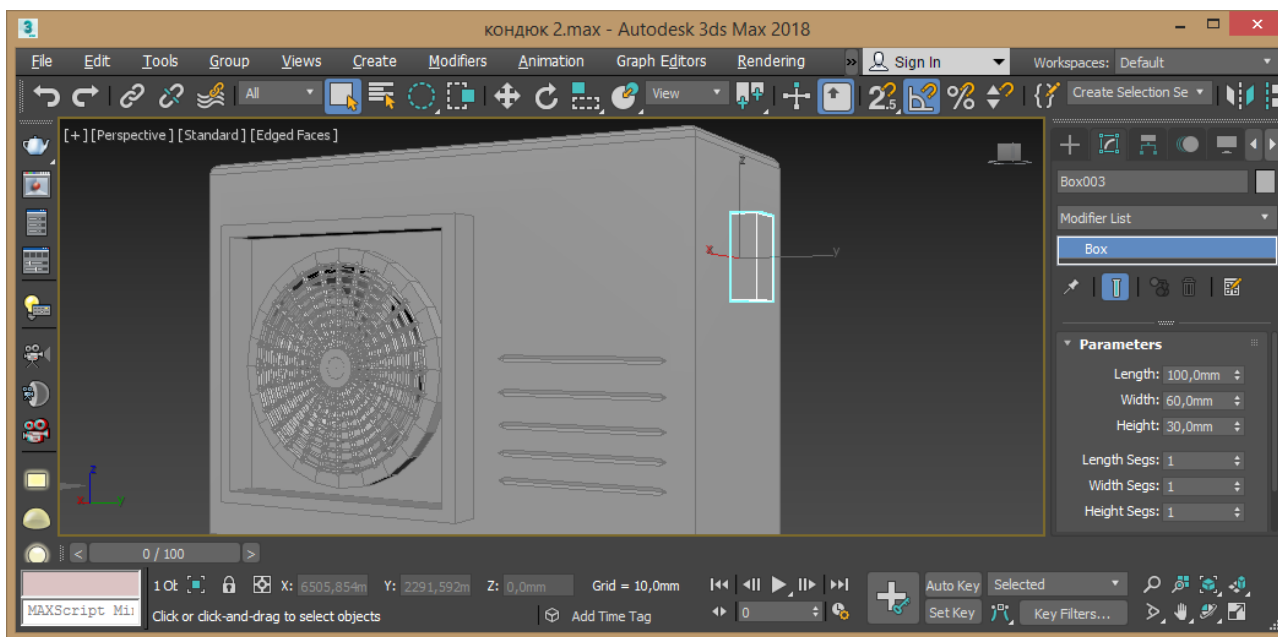

Рис. 3.18 – Створення паралелепіпеду
14. На бічній частині створіть паралелепіпед із розмірами 100, 60 30 мм (рис. 3.18).